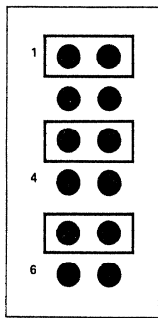

Fig. 3
1. Maschine ausgeschaltet. Verbindungsstecker auf Pilottonverstärker gemäss Fig. 3 einstecken.
1. Machine switched off. Plug in connectors to pilot tone amplifier as shown in fig. 3.